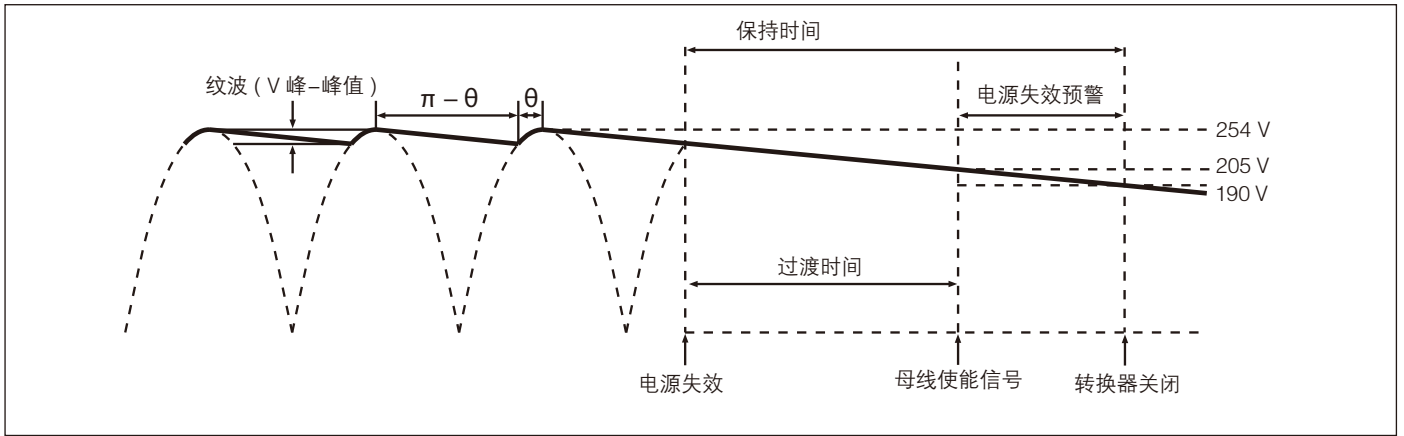

图 9-13 — 随着交流电源中断的母线电压波形图
保持电容 保持电容的容量决定于输出母线电压的纹波、电源中断保持时间和过渡时间。(图 9-13) 在许多实际应用中, 都要求输入电源出现规定时间内的瞬时中断时, 电源设备必须维持输出电压, 也就是说, 转换器模块必须维持不间断输出电压。同样, 在许多应用系统中, 为了有时间按顺序关断转换器模块, 还要求通知电源即将中断。
电源失效预警时间 (Δt) 是指电源中断告警 (BOK) 到转换器模块关断之间的时间, 如图 9-13 所示。BOK 和使能门限值分别为 205 V 和 190 V。将这些数值代入公式 (3) 中, 可简化电源失效预警时间、功率和母线电容之间的关系:
公式 (3) 仍然适合于计算保持电容所需的容量。在此种情况下, V_1 和 V_2 分别为纹波电压峰值和谷值处的母线电压瞬时值 (图 9-13)。在经整流的市电电压的两个峰值之间的时间间隔 Δt 内, 保持电容必须保持规定的母线电压, Δt 可由下式给出: